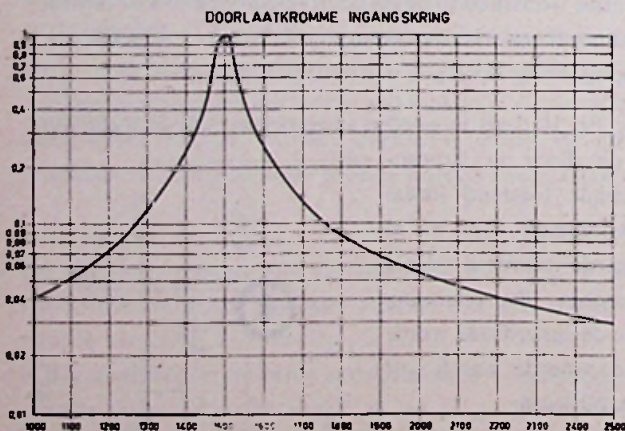
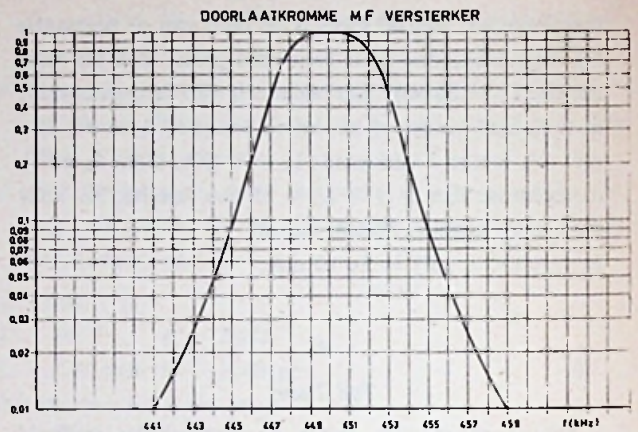

Fig. 11
Fig. 12
4 Een superheterodyne ontvanger is afgestemd op 1500 kHz. Bereken met behulp van bijgaande doorlaatkrommen van de ingangskring en van de complete middenfrequent versterker (resp. fig. 11 en fig. 12) hoeveel maal een storend signaal aan de uitgang van de MF-versterker verzwakt is t.o.v. een even sterk ingangssignaal op 1500 kHz als:
- a. Uit fig. 12 blijkt dat de middenfrequentie 450 kHz is. Is de ontvanger afgestemd op 1500 kHz, dan veroorzaakt een storend signaal van 1495 kHz een middenfrequent-sig-naal van 445 kHz. Uit fig. 11 zien wij dat bij een HF-sig-naal van 1495 kHz de ingangskring nog geen noemenswaardige verzwakking geeft. De verzwakking komt dus vrijwel geheel voort uit de MF-versterker. Uit fig. 12 lezen we hiervoor bij 445 kHz een factor $1/0,09 = 11$ af.
- b. De spiegelfrequentie is $1500 + 2 \times 450 = 2400 \text{ kHz}$. Het storende signaal levert nu een MF-sig-naal van 450 kHz. De MF-versterker verzwakt dus niet. De verzwakking door de HF-kring is volgens fig. 11 gelijk aan $1/0,033 = 30$.